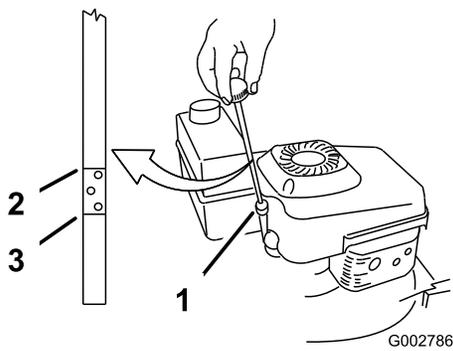

Figure 11
Avant chaque utilisation, vérifiez que le niveau d'huile arrive entre les repères maximum (Full) et minimum (Add) de la jauge (Figure 11).
2. Nettoyez la surface autour du bouchon de remplissage (Figure 11).
6. Sortez de nouveau la jauge et contrôlez le niveau d'huile (Figure 11).